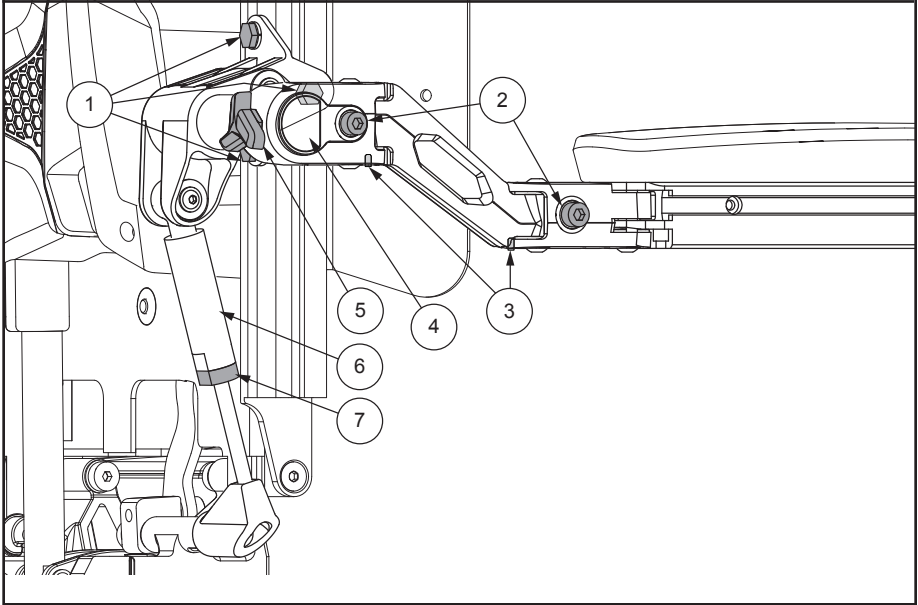

Figura 9. Ajuste de altura y ángulo del reposabrazos abatible
1. Afloje los tornillos 1, 2, y 3. **Ver figura 9.**
3. Apriete los tornillos 1, 2, y 3. **Ver figura 9.**
1. Afloje las tuerca. **Ver figura 9.**
3. Ajuste la tuerca. **Ver figura 9.**
1. Afloje el tornillo de fijación 1 y/o 2 en el lado inferior del reposabrazos antes de ajustarlo. **Ver figura 9**
2. Ajuste el ancho del reposabrazos en la posición deseada girando el tornillo 4 y/o el tornillo 5. **Ver figura 9.**
1. Retire la perilla del reposabrazos. **Ver figura 9.**
1. Deslice el reposabrazos sobre el pie del reposabrazos. **Ver figura 9.**